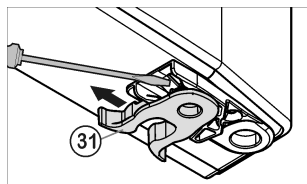

Fig. 6
- ▶ Przenieść zacisk sprężynowy Fig. 6 (31): Zatrzask przycisnąć w dół, przy tym zdjąć zacisk sprężynowy.